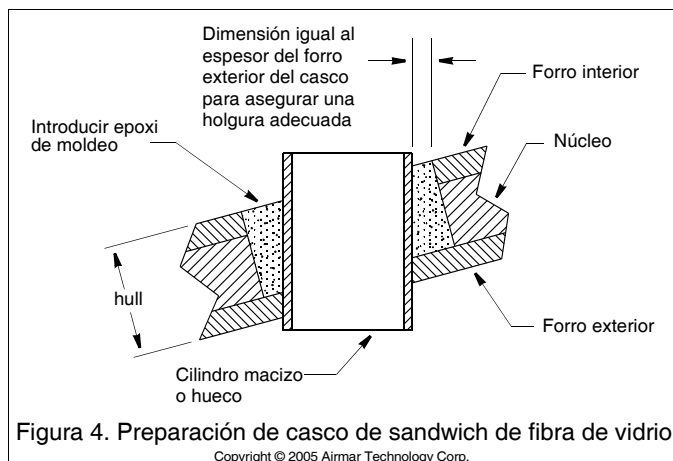

Figura 4. Preparación de casco de sandwich de fibra de vidrio
1. Perfore un orificio de guía de 3 mm o 1/8" perpendicular a la línea de flotación desde el interior del casco (figura 4). Si hay algún refuerzo, espárrago u otra irregularidad del casco cerca de la ubicación seleccionada, perfore desde fuera. (Si perfora el orificio en un lugar incorrecto, vuelva a perforar en una ubicación más adecuada. Aplique cinta de pintor en el exterior del casco sobre el orificio incorrecto y rellénelo con epoxi.)